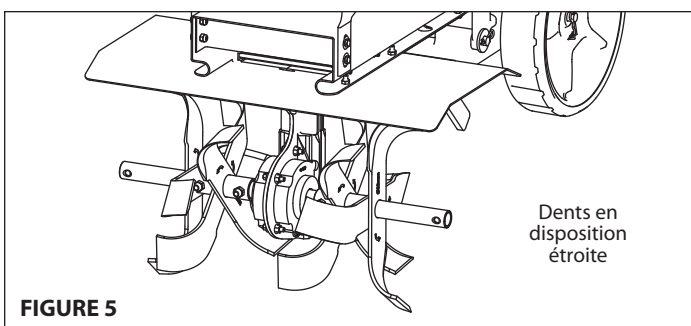

FIGURE 5
- Les fraises extérieures ont deux positions possibles : large 53 cm (21 po) et étroite 41 cm (16 po). Pour obtenir la configuration étroite, assembler en plaçant le côté court du tube porte-fraise vers le milieu de la machine. **VOIR FIGURE 5**